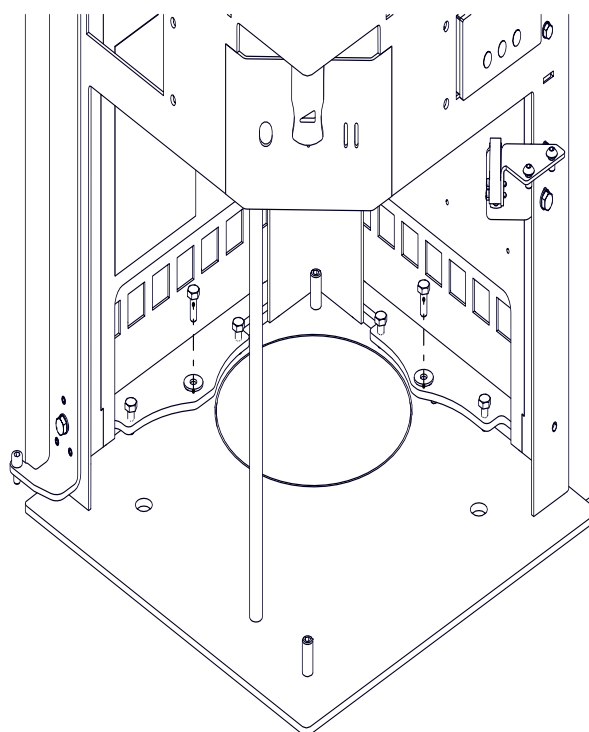

Fig.2
- Desserrer les vis de fixation 2x de la paroi arrière et latérale situées en bas de l'appareil (voir Fig.2).